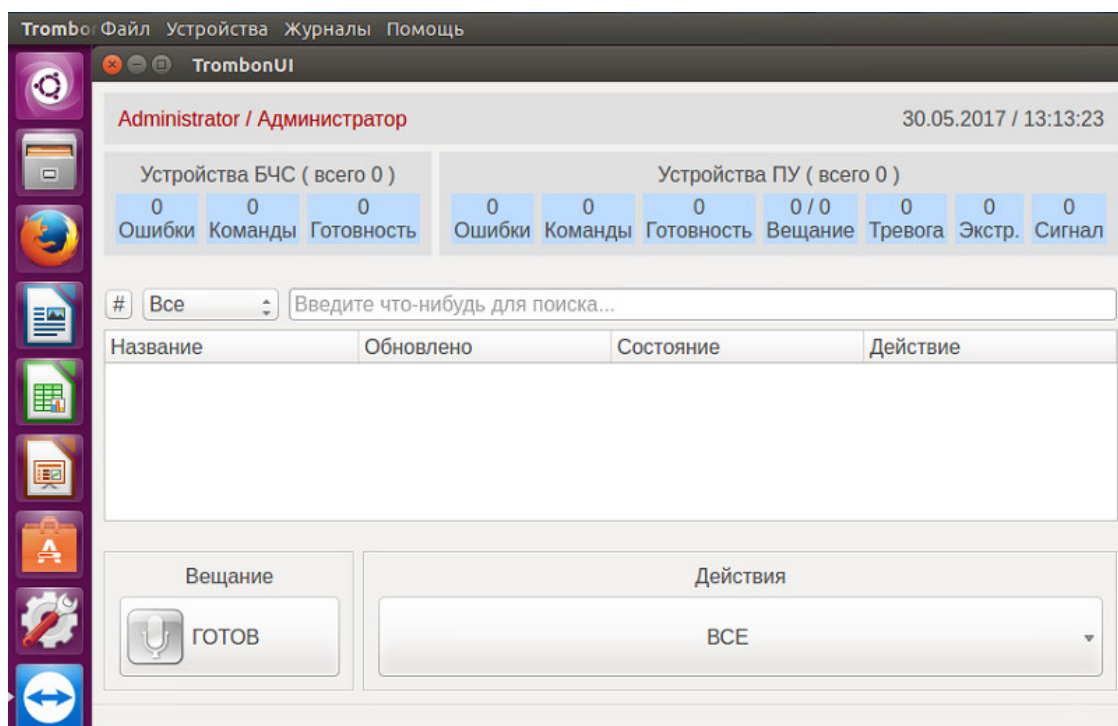

Рис. 1.2
6.2 Далее, в приложение «TrombonUI» необходимо добавить приборы управления (устройства). Добавление устройств выполняется через текстовое меню, расположенное в верхней части окна: наводим курсор мыши на «Устройства – Конфигурация», двойным щелчком вызываем окно добавления устройств, см. рисунок 1.2.